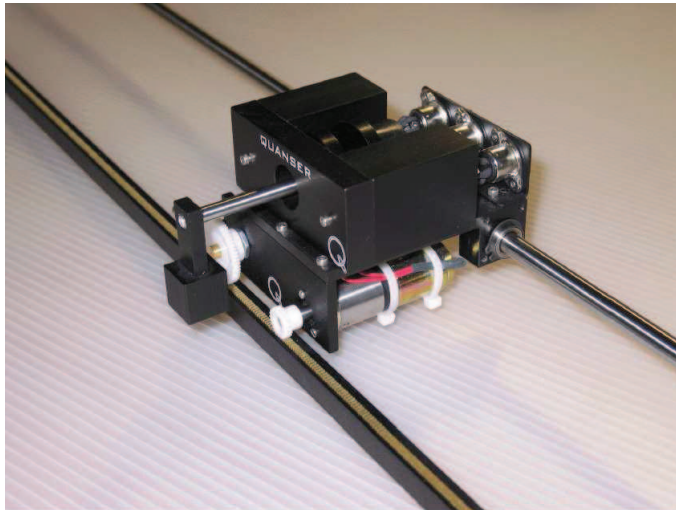

Figura 2.1: Planta servo de movimento linear.
- Planta servo linear: Figura 2.1;
O motor CC da planta servo de movimento linear, Figura 2.1, é acionado pelo módulo de potência VoltPAQ. O nível de tensão desejado deve ser aplicado no canal D/A da placa de aquisição de dados que aciona o módulo de potência.